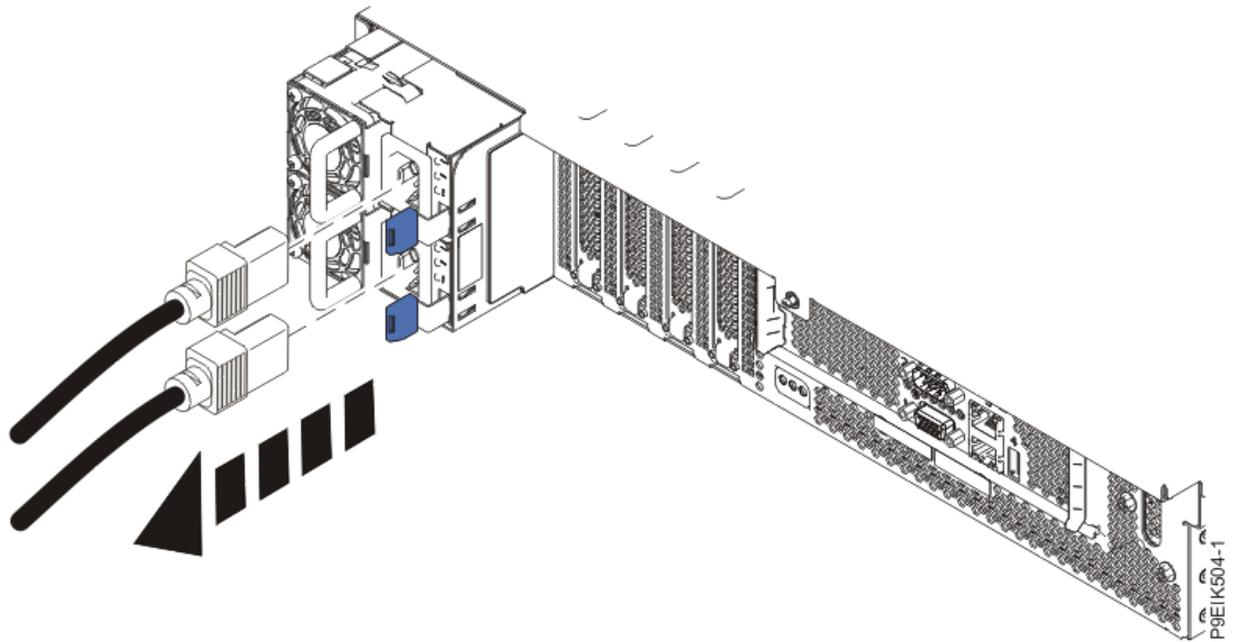

図 205. システムからの電源コードの取り外し
4. 電源コードをシステム装置から切り離します (237 ページの図 205 を参照)。